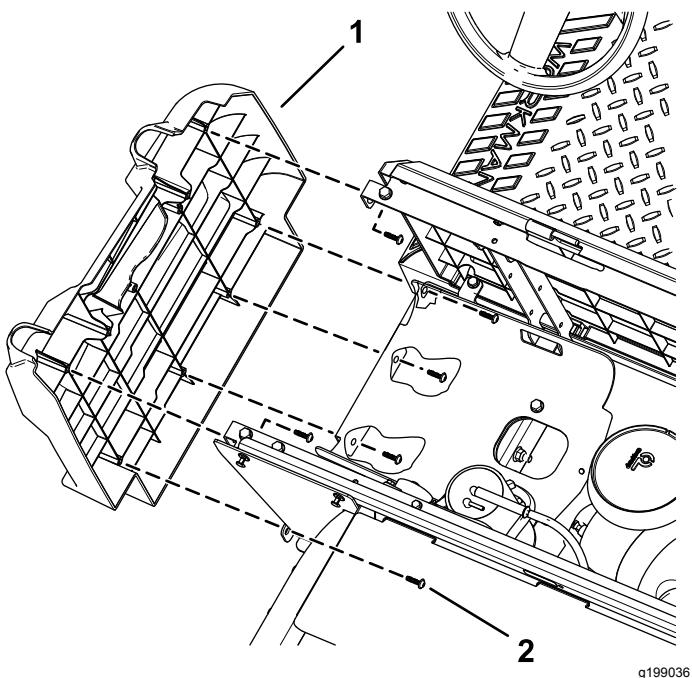

Bild 9
4. Entfernen Sie die sechs Torxschrauben (M6.0 x 22 mm) mit einem T30-Sechskantschlüssel von der linken Seitenplatte und nehmen sie ab (Bild 9).